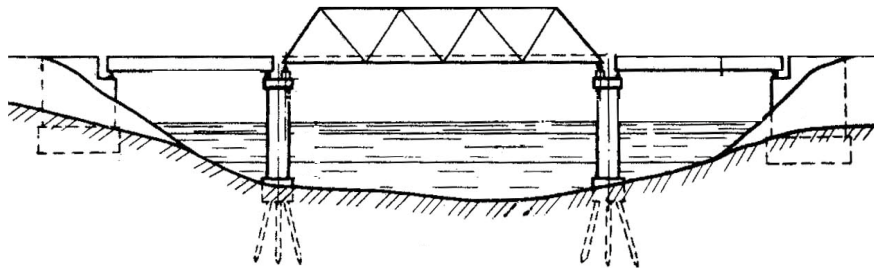

Рис. 1. Элементы и характерные размеры моста
5. Вычертить схему моста в произвольном масштабе (рис. 1) и обозначить на ней основные конструктивные элементы моста с указанием характерных размеров сооружения.